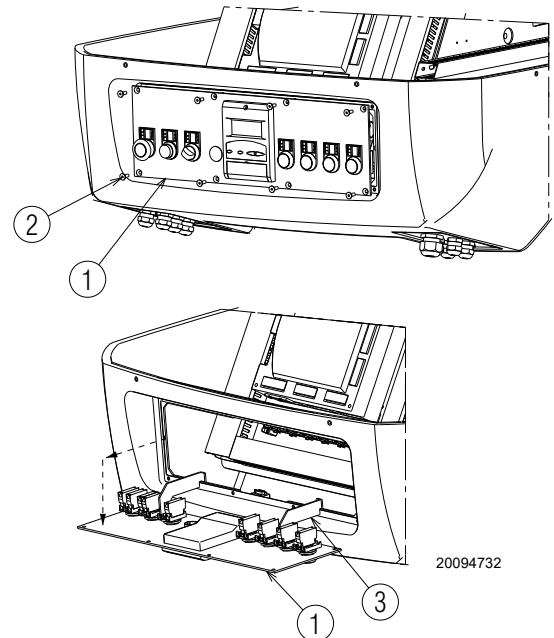

Fig. 35
- dévisser les vis 2)(Fig. 35) du panneau de commande 1);
- extraire le panneau de commande 1) et le tourner 90°, en l'accrochant avec les brides 3) correspondantes dans le profil du tableau électrique comme indiqué dans la Fig. 35;